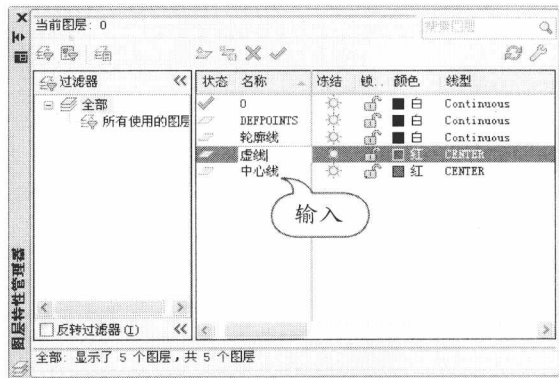

图 1-45 创建虚线图层
STEP 12 创建虚线图层。继续新建图层，并命名图层名称为“虚线”，如图 1-45 所示。